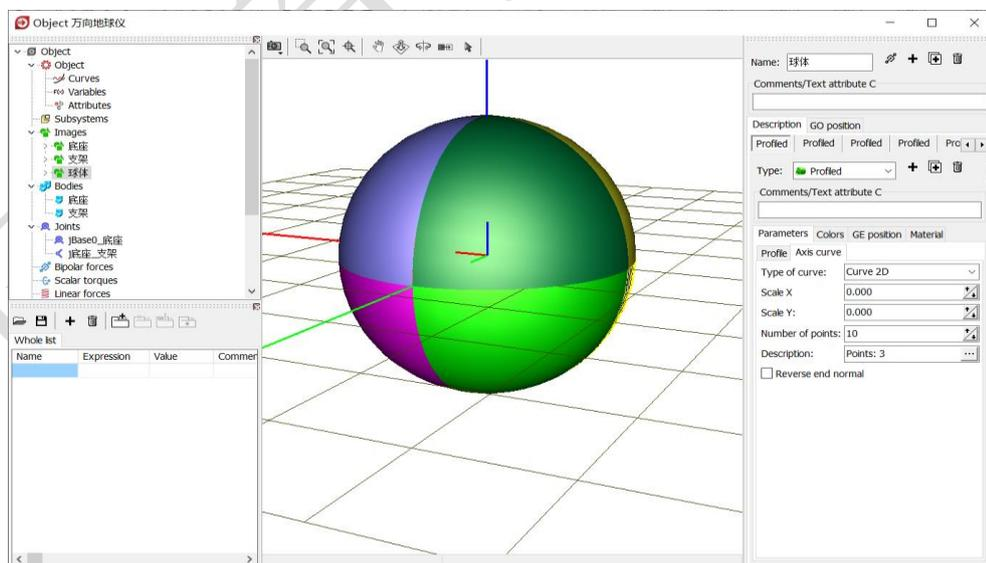

图 2-28
- 2) 这样，我们就导入了地球仪支架的几何图形(**Images**)，如图 2-28 所示。导入几何图形的目的是增强模型可视化效果，它并不参与动力学计算。